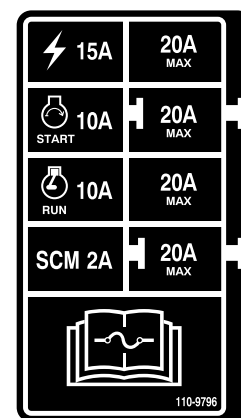

Figura 68
**Importante:** Si es necesario cambiar un fusible, utilice siempre un fusible del mismo tipo y amperaje que el fusible que está sustituyendo; si no, podría dañar el sistema eléctrico. Consulte la pegatina situada junto a los fusibles que contiene un esquema de cada fusible y su amperaje (Figura 68).